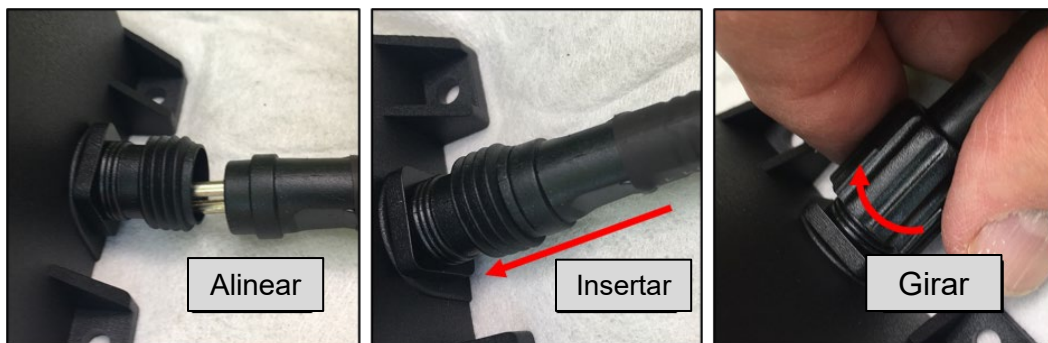

Ilustración 20 Conectar la fuente de alimentación
- a. Alinee el enchufe de la parrilla con los orificios de la fuente de alimentación (Ilustración 20 izquierda).
- b. Inserte el enchufe hasta que quede completamente encajado (Ilustración 20 centro).